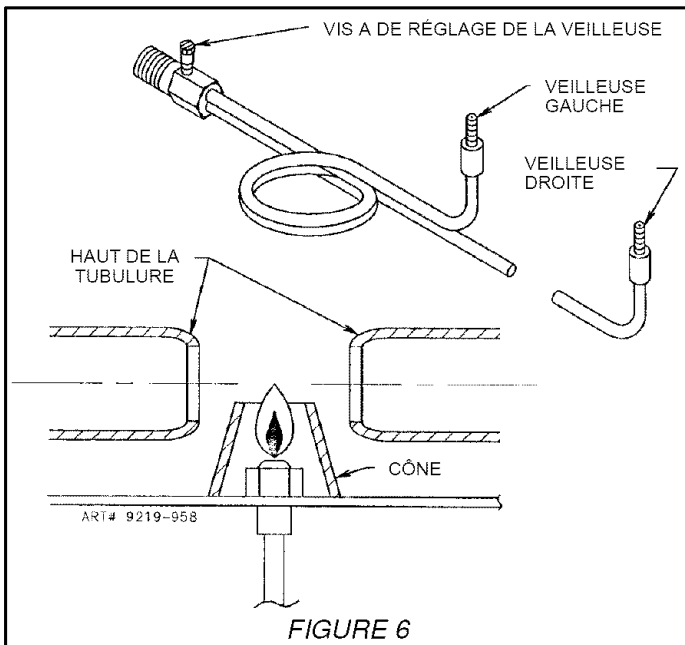

FIGURE 6
(Voir figure 6).
Éliminer l'air des conduites de gaz en allumant un des brûleurs. L'éteindre, puis régler, à l'aide de la vis de réglage A (figure 6), la flamme de la veilleuse de façon à ce que le haut de la flamme arrive au niveau du haut de la tubulure. Pour allumer le brûleur, pousser sur le bouton de commande correspondant et le mettre sur la position d'allumage. REMARQUE : Certains modèles ont UN SEUL réglage de la veilleuse au niveau de la conduite de la rampe.
- Modèles avec veilleuses : Régler les veilleuses des brûleurs. (Voir la figure 6). Tourner le sélecteur du thermostat sur la position LP (GPL).
- Modèles avec veilleuses : Régler les veilleuses des brûleurs de la surface de cuisson. (Voir la figure 6). Tourner le sélecteur du thermostat sur la position Nat. (gaz naturel).